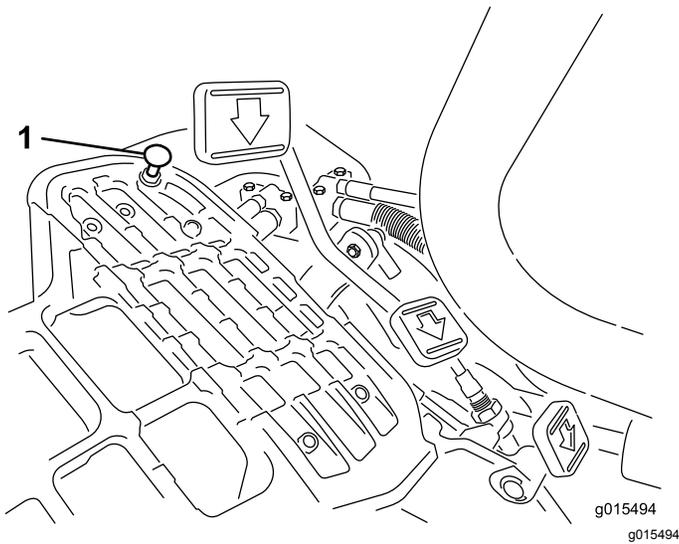

图38
要获得最大行驶速度请将功能控制杆放在行驶位置并踩下驱动踏板。如果在拉线感到张紧力之前踏板接触到限位器图38请执行以下调节程序
1. 将功能控制杆放在行驶位置松开将踏板限位器固定至底板上的锁紧螺母图38。